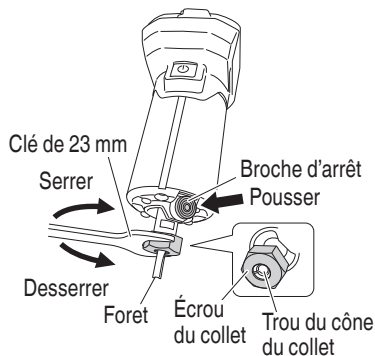

Fig. 9
- (1) Retirer l'ensemble de la base du corps.
- (2) Insérer à fond le foret dans le trou du cône du collet. (La distance est de 15 mm ou plus du côté de l'écrou du collet.)
- (3) Avec le foret inséré et en appuyant sur la goupille de sécurité qui maintient l'arbre, utiliser la clé de 23 mm pour serrer fermement l'écrou du collet dans le sens horaire (vue de dessus de l'outil). (Fig. 9)